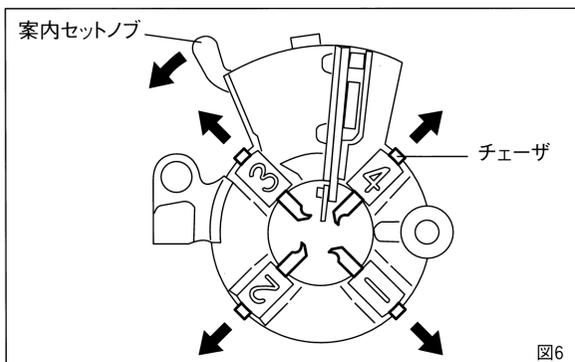

図6
##### a. チェーザの取外しかた(図6)
- ① ダイヘッドをオープン(切上レバーがブロック溝から外れ、チェーザが開いた状態)にしてください。
- ② 位置決めノッチを位置決めピンから外し案内セットノブを図6の矢印の方向へいっぱいに引きますと、3番4番のチェーザが取外せます。
- ③ ダイヘッドを起すと1番と2番のチェーザが取外せます。